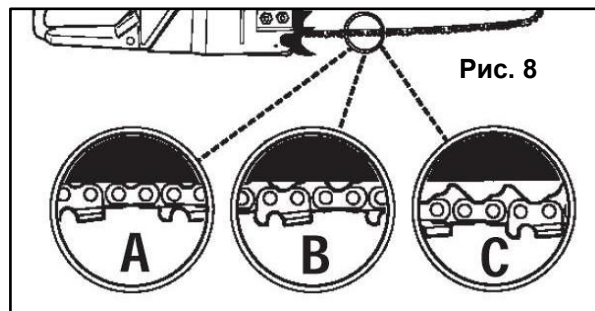

Рис. 8
- На рисунке 8 проиллюстрировано правильное натяжение при холодной цепи (А), теплой цепи (В), а также цепи, натяжение которой необходимо отрегулировать (С) (См. Рис. 8).